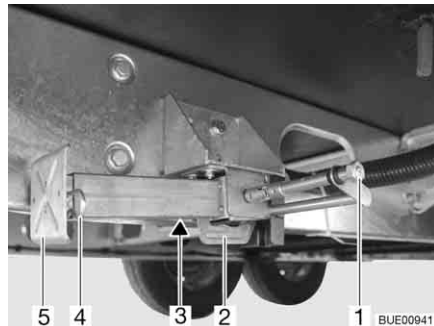

Bild 50 Stödben
- Placera hylsnyckeln på sexkanten (Bild 50,1) och vrid runt den tills stödbenet står rakt neråt.
- När längden på stödbenet kan justeras, dras sprinten (Bild 50,4) ut ur stödbenets förlängning (Bild 50,5).
- Placera hylsnyckeln på sexkanten (Bild 50,1) och vrid runt den tills stödbenet inte längre sitter mot marken.
- Skjut in stödbensförlängningen (Bild 50,5) helt och sätt in sprinten (Bild 50,4) i borrhålet på stödbensförlängningen.
- Vrid sexkanten (Bild 50,1) tills stödbenet svängs uppåt och spåret (Bild 50,2) är helt vid slutet av skåran (Bild 50,3).